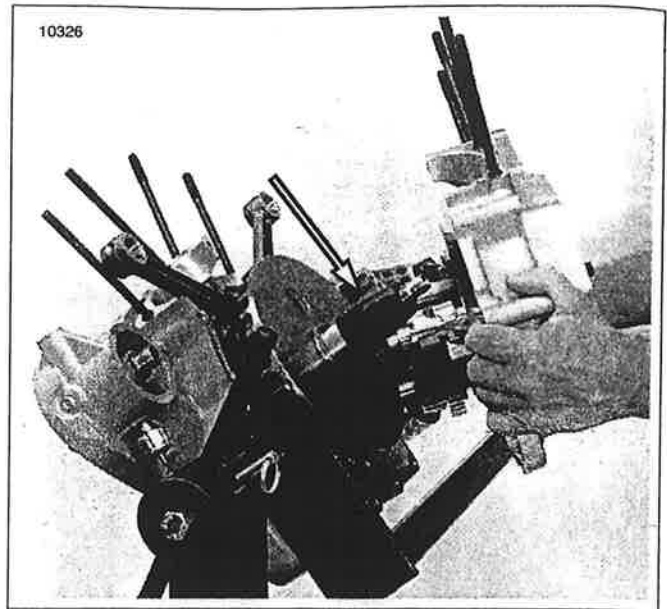

Figura 6-65. Armado de los cárter con la herramienta guía del cigüeñal (HD-42326A)
4. Vea la Figura 6-65. Arme y una las mitades de cárter.